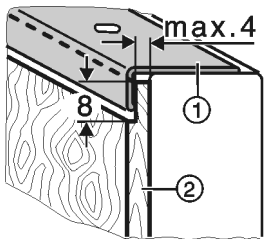

Fig. 40
- Gradúe los paneles decorativos Fig. 40 (2) más gruesos hasta como máximo 4 mm de grosor según se indica en la ilustración.